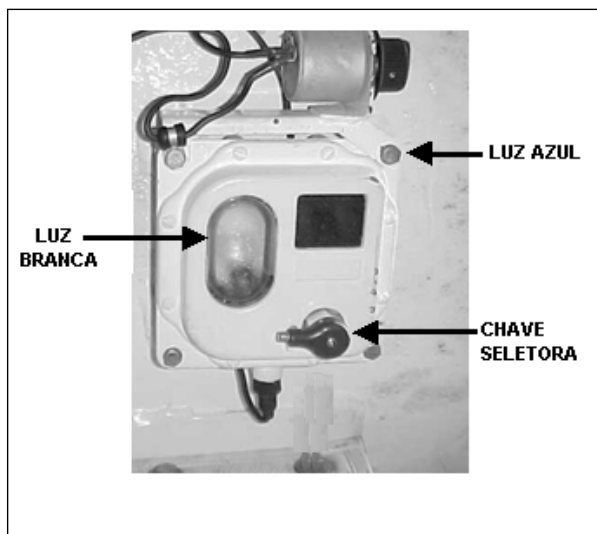

Fig 7-25. Plafonier
b. Plafonier - Os plafonieres fornecem iluminação para os compartimentos do At, Cmt CC, Motr e Aux At. Cada plafonier possui uma lâmpada branca, uma lâmpada azul e uma chave de três posições (desligado, luz azul [BLACKOUT] e luz normal branca). Uma pequena trava na chave seletora previne o acionamento inadvertidamente da luz branca. O reostato na base do plafonier permite ajustar a intensidade da iluminação. (Fig 7-25)